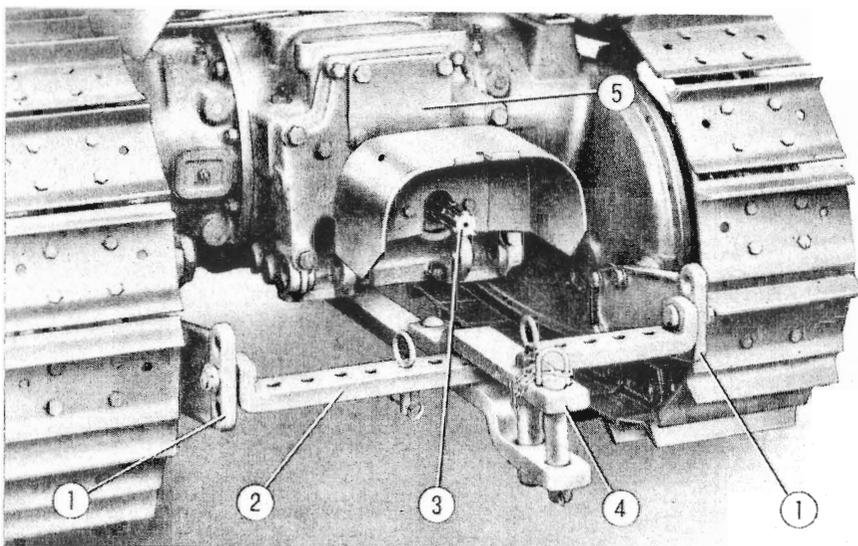

Fig. 10. - Dispositivo di traino e presa di forza.
**Il trattore è inoltre provvisto di una presa di forza supplementare, accessibile togliendo il coperchio posteriore (5, fig. 10). Essa serve ad azionare sia l'eventuale puleggia motrice sia macchine che richiedono una elevata velocità di rotazione, come ad esempio le pompe centrifughe. Questa presa di forza funziona in collegamento diretto con il motore ed ha perciò uguale velocità. Senso di rotazione: antiorario. L'innesto si effettua spostando all'indietro la leva che comanda la presa di forza principale.**